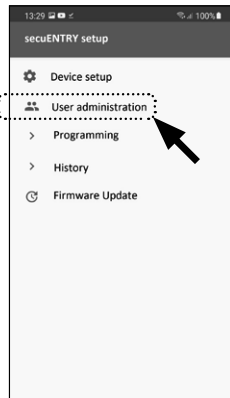

Abb. 75
- 3 Im Untermenü tippen Sie auf „*User administration*“ (Abb. 75).